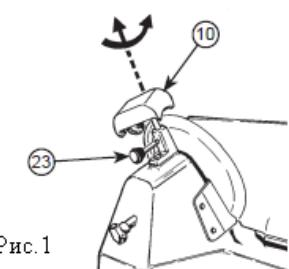
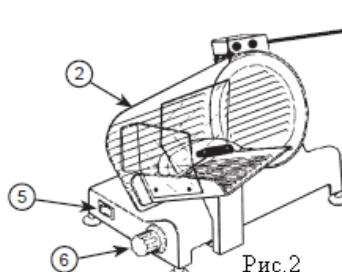

Рис.1
Рис.2
- проверьте, чтобы подвижная пластина (2) была плотно закрыта (ручка с делениями (6) в положении «0»)
- ослабьте стопорную ручку (23) заточного устройства (10)
- поднимите заточное устройство (10), повернув его на 180° так, чтобы точильные колеса встали в рабочее положение. См. рис.1
- опустите заточное устройство (10) до его фиксации
- надежно закрепите устройство повернув стопорную ручку (23)
- включите выключатель (5)
- нажмите кнопку (26) и подождите, пока нож будет вращаться около 1 минуты. Когда нож остановится, проверьте, не образовались ли на краях заусенцы
- проверив на наличие заусенцев, включите выключатель (5) и нажмите на кнопку (27) в течение 3 секунд, чтобы удалить заусенцы
- проверьте, чтобы подвижная пластина (2) была закрыта (ручка с делениями (6) в положении «0»)
- надежно закрепите устройство повернув стопорную ручку (23). См. рис.2
- проверив на наличие заусенцев, включите выключатель (5) и нажмите на кнопку (27) в течение 3 секунд, чтобы удалить заусенцы. Поверните ручку (6) обратно в положение «0».
- установите подвижную пластину (2) на максимальное расстояние от ножа (3), поворачивая ручку с делениями (6)
- поместите заточное устройство (10) на подвижную пластину (2), как показано на рис.1, зафиксировав его с помощью ручки (23)
- включите выключатель (5) для запуска автоматической заточки. При необходимости поворачивайте ручку с делениями (6) до тех пор, пока точильное колеса не станут вращаться вместе с ножом
- наточите нож автоматически около 1 минуты, затем удерживайте кнопку давления на колесе для удаления заусенцев (27) в течение 2-3 секунд, отпустите кнопку и одновременно выключите мотор
- после заточки снимите заточное устройство (10) с подвижной пластины (2) и установите его в изначальное месторасположение